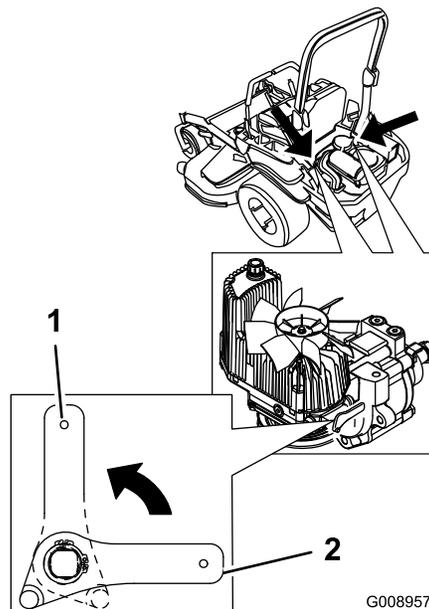

Figure 36
3. Tournez les leviers des vannes de déblocage en position verticale pour pousser la machine. Cela permet à l'huile hydraulique de contourner la pompe et aux roues de tourner (Figure 36).
5. Tournez les leviers des vannes de déblocage en position horizontale pour utiliser la machine (Figure 36).